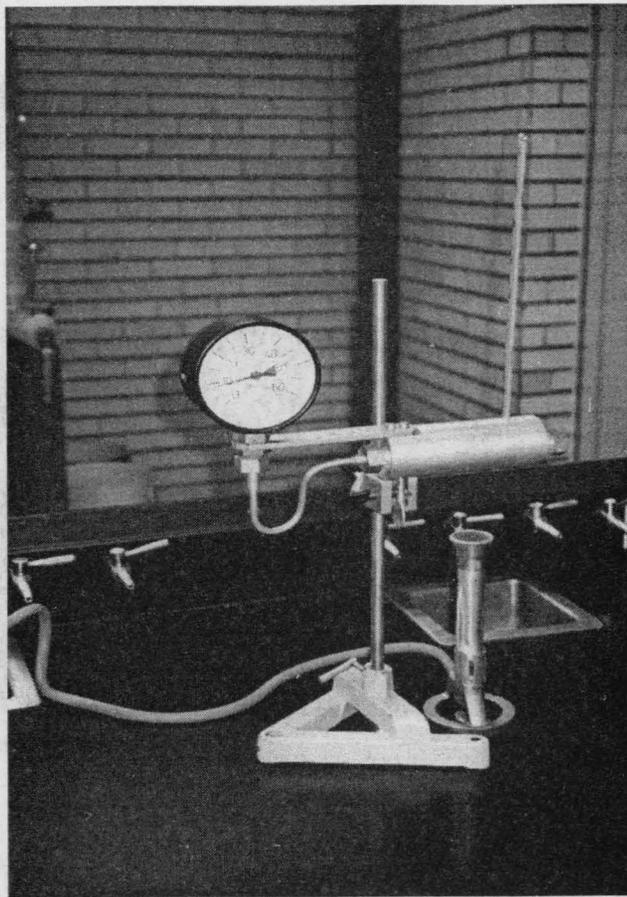

Fig. IV. 2
V.3) Arme el aparato de alta presión como se muestra en la figura IV. 2.